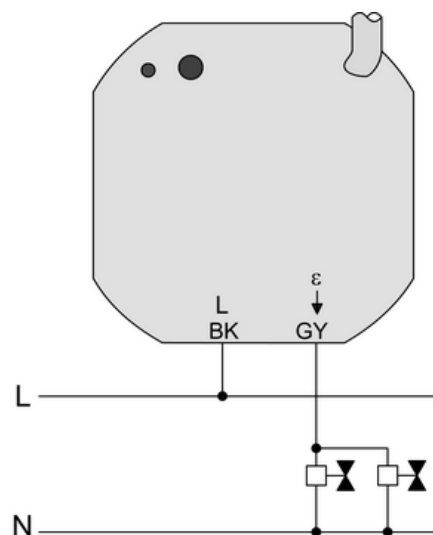

Bild 5
- Last anschließen (Bild 5). Verbindungsklemmen verwenden.